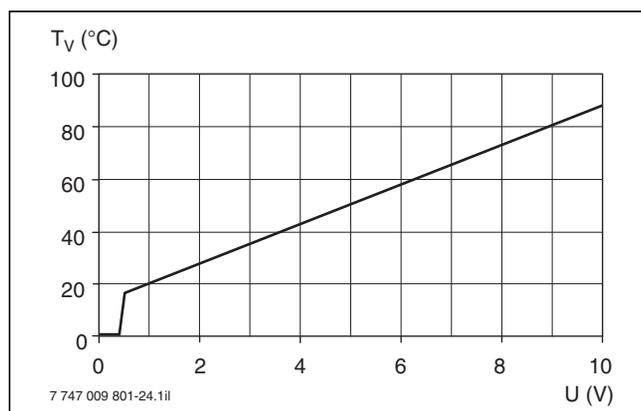

Bild 54 Kennlinie Störmeldemodul EM10 (Sollwerte)
- Über das 0 ... 10-V-Gleichspannungssignal wird dem Gas-Brennwertgerät eine Vorlauf-temperatur oder eine Leistung vorgegeben (Diagramm → Bild 54).